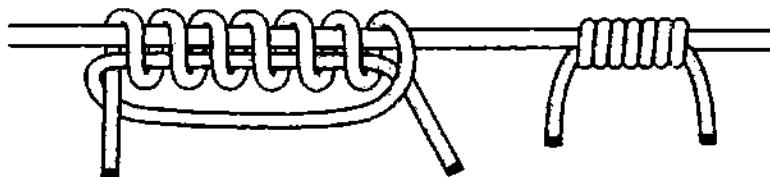

Рис. 78. Рыбацкий стопорный узел (*кровавый узел*, завязанный на леске).
**Кровавый узел** у рыбаков называется **рыбацкий стопорный узел** (рис. 78). С помощью этого узла можно связать надёжный стопор на леске для скользящего поплавка. Такой стопор легко передвигается по леске, а при резких рывках выдерживает значительное усилие. Количество шлагов у такого узла может быть от 4 до 6. Чтобы узел затянулся правильно, основная леска должна быть натянута. Чтобы узел легко проходил сквозь кольца удочки, кончики необходимо оставлять подлиннее, сантиметра 2–4, чтобы они были не жёсткие, а гибкие. Этими длинными кончиками, при необходимости, узел можно легко дотянуть. Для удобства завязывания **рыбацкого стопорного узла** можно использовать соломинку для напитка, на которую кладутся шлаги, после чего внутрь соломинки продевается леска. Затем соломинка извлекается и узел затягивается. Вместо соломинки можно использовать швейную иглу. Если нет под рукой ни соломинки, ни иглы, то можно связать **французский узел**, который ничуть не хуже **рыбацкого стопорного узла**, а вяжется намного проще.